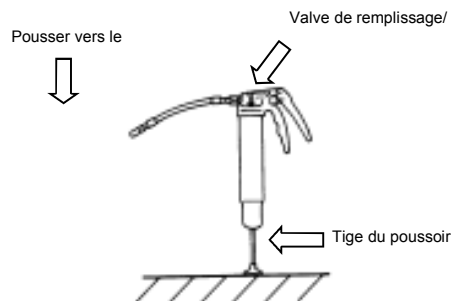

Fig 5
- 2) Dévisser la valve de remplissage/purge en lui faisant faire deux tours complets (see Fig 5).